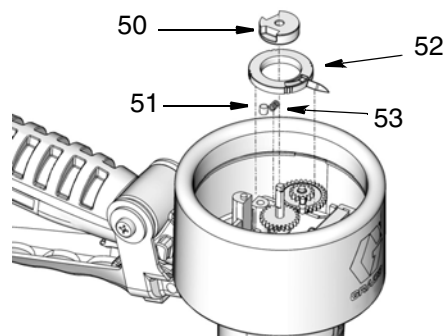

FIG. 16
4. Servirsi di una chiave esagonale per rimuovere la vite del tappo. Rimuovere il tappo (50), il perno (51), la molla (53) e il puntatore inferiore (52) (FIG. 16).